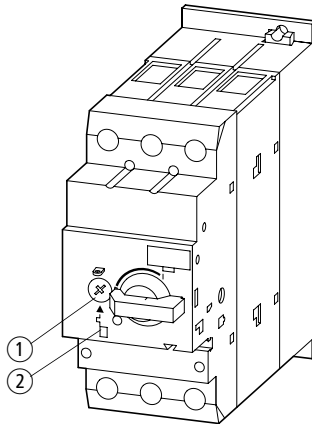

Abbildung 1: Motorschutzschalter PKZM4
Die PKZM4 werden mit Hilfe der Stromeinstellscheibe ① (→ Abb. 1 auf Seite 6) auf den Motornennstrom eingestellt.
Durch eine zusätzliche Testeinrichtung ② (→ Abb. 1 auf Seite 6) kann die Funktionstüchtigkeit des Schalters kontrolliert werden.